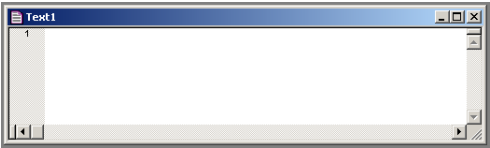

图 4-6 新建的文本编辑窗口
(1) 选择“File”→“New”命令，此时工作区中弹出一个新的文本编辑窗口，如图 4-6 所示。
(2) 可以在其中输入如下程序代码。